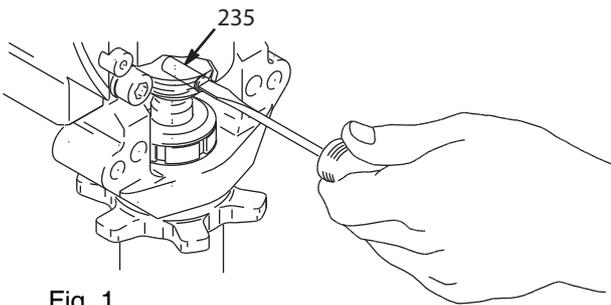

Fig. 1
- 3 Desenrosque el tubo de aspiración (34) de la bomba, sujetando con una llave la válvula de admisión (A) para evitar que la bomba se afloje.
- 4 Desconecte la manguera de salida de la bomba (100) del racor de salida de la base de bomba (60).
- 5 Fig. 1. Empuje con un destornillador el resorte de retención (236) para sacarlo por la parte superior de la bomba. Extraiga el pasador (235).